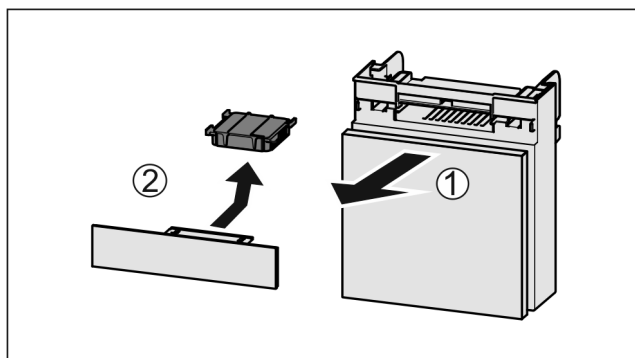

Fig. 185
- Fach nach vorne herausziehen Fig. 185 (1).
- Aktivkohlefilter entnehmen Fig. 185 (2).